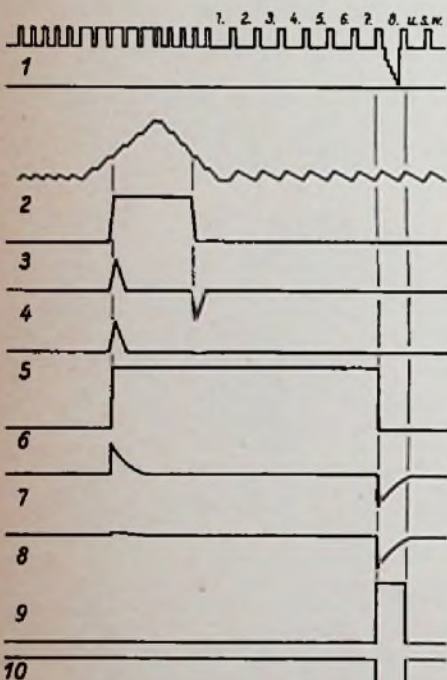

Bild 1. Impulsfahrplan für das Hellstastgerät (Impulse nicht maßstäblich dargestellt)
Bild 1 zeigt den Impulsfahrplan des Hellstastgerätes. In der Schaltung Bild 2 wird der integrierte Vertikalimpuls (2) der Röhre 1 zur Begrenzung zugeführt¹⁾. Er steht in positiver Polarität an der Katode. Mit dem Potentiometer R 3 kann das Begrenzungsniveau der angelieferten Impulse angepaßt werden. C 2 und R 4 differenzieren den Impuls (3) und die Diode D 1 kappt die negative Spitze ab. Es bleibt der Impuls (5) übrig, der den aus den Röhrensystemen R 2 a und R 2 b gebildeten Phasenschieber ansteuert.
²⁾ Die in Klammern stehenden Zahlen beziehen sich auf die Impulsdarstellungen in Bild 1.